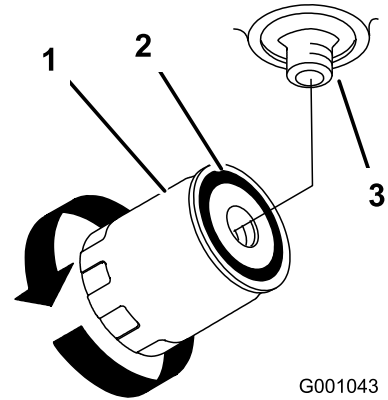

Figura 83
4. Retire el filtro usado y limpie con un paño la superficie de la junta del adaptador del filtro (Figura 83).
7. Gire el filtro en el sentido de las agujas del reloj hasta que la junta de goma entre en contacto con el adaptador del filtro, luego apriete el filtro media vuelta más (Figura 83).